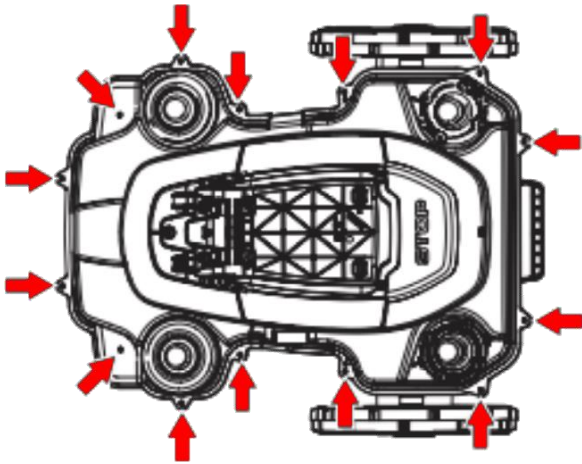

Abbildung 2
Das Chassis besteht aus einem oberen und einem unteren Teil. Sie werden mit 14 Schrauben aneinander befestigt. Die 14 Schrauben sind in Abbildung 2 durch Pfeile gekennzeichnet.
1. Lösen Sie alle 14 Schrauben (Torx 20). Siehe Abbildung 2.